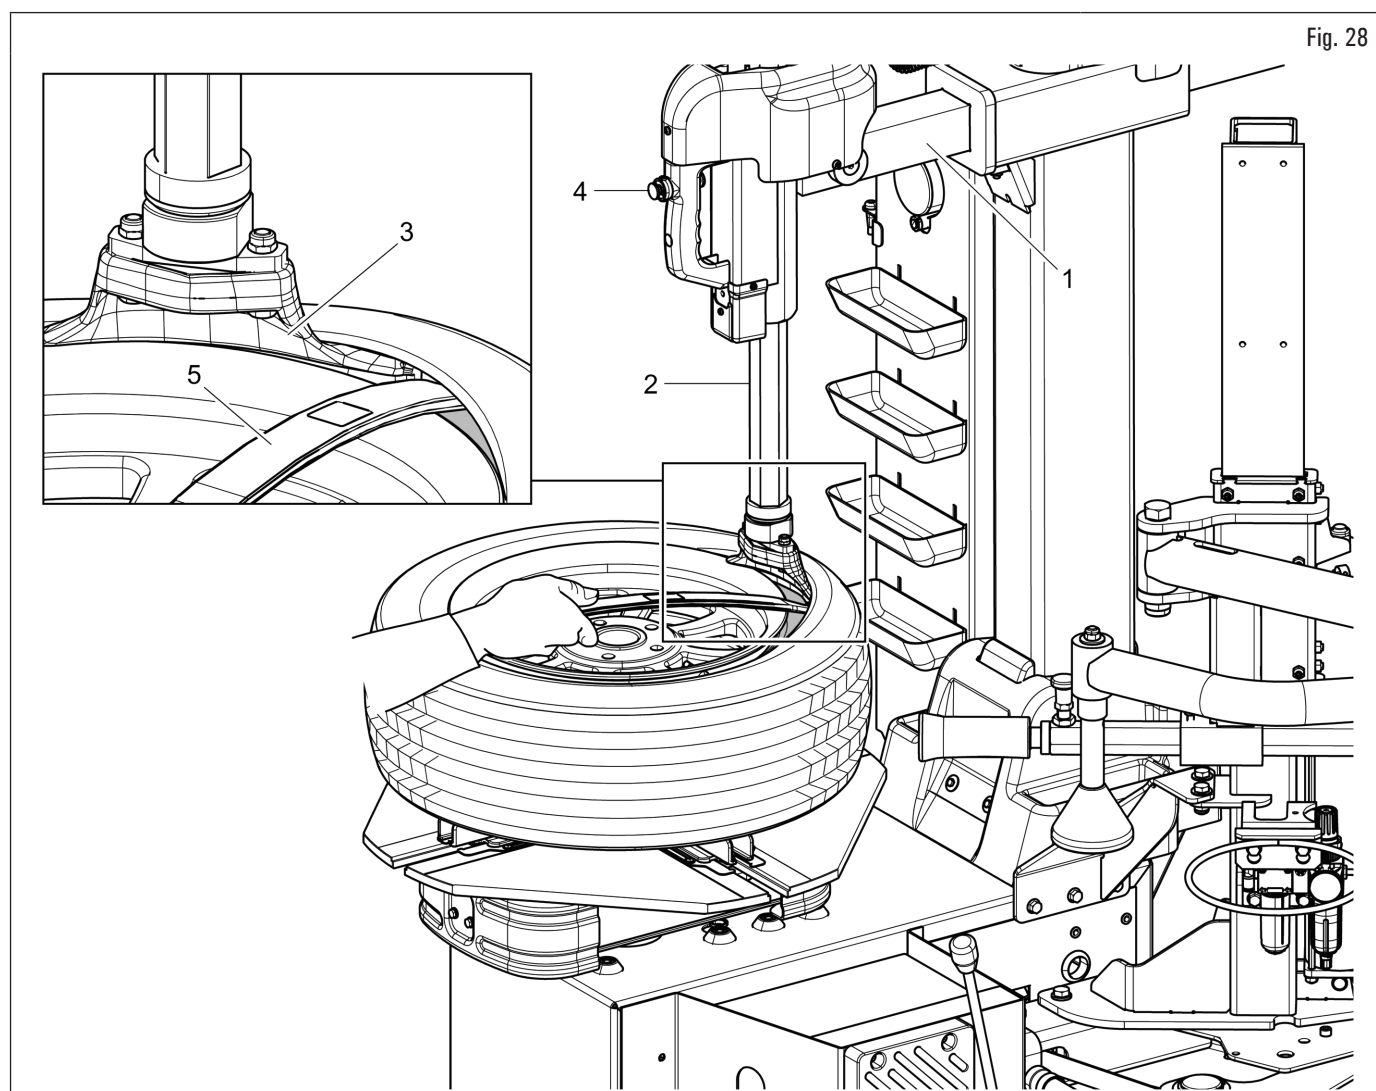

Fig. 28
Dopo avere bloccato la ruota, si procede allo smontaggio del pneumatico attenendosi alle seguenti istruzioni con riferimento alla Fig. 28:
2. portare il braccio operante (Fig. 28 rif. 1) in posizione di lavoro;
3. sbloccare l'albero esagonale (Fig. 28 rif. 2) e posizionare la testa utensile (Fig. 28 rif. 3) in appoggio in senso radiale e verticale sul cerchione e bloccarlo tramite il pulsante posto sulla maniglia (Fig. 28 rif. 4);
4. con l'aiuto della leva (Fig. 28 rif. 5) fare forza sul tallone dello pneumatico posizionandolo sull'unghia della testa utensile (Fig. 28 rif. 3);
Se il tallone dello pneumatico, in pneumatici particolarmente "duri", tende a scendere dalla testa utensile, prima di ruotare il mandrino in senso orario, farlo ruotare per alcuni centimetri in senso antiorario, mantenendo la leva (Fig. 28 rif. 5) in posizione.